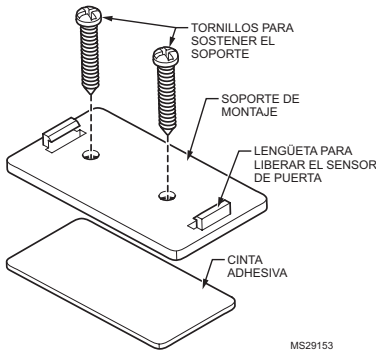

Fig. 6. Montaje del soporte del sensor de puerta.
3. Coloque el soporte de montaje del sensor de puerta alto en el marco de la puerta delantera. Fije el soporte en el marco de la puerta delantera con los dos tornillos o la cinta adhesiva proporcionada. Consulte la Fig. 6 en la página 5.